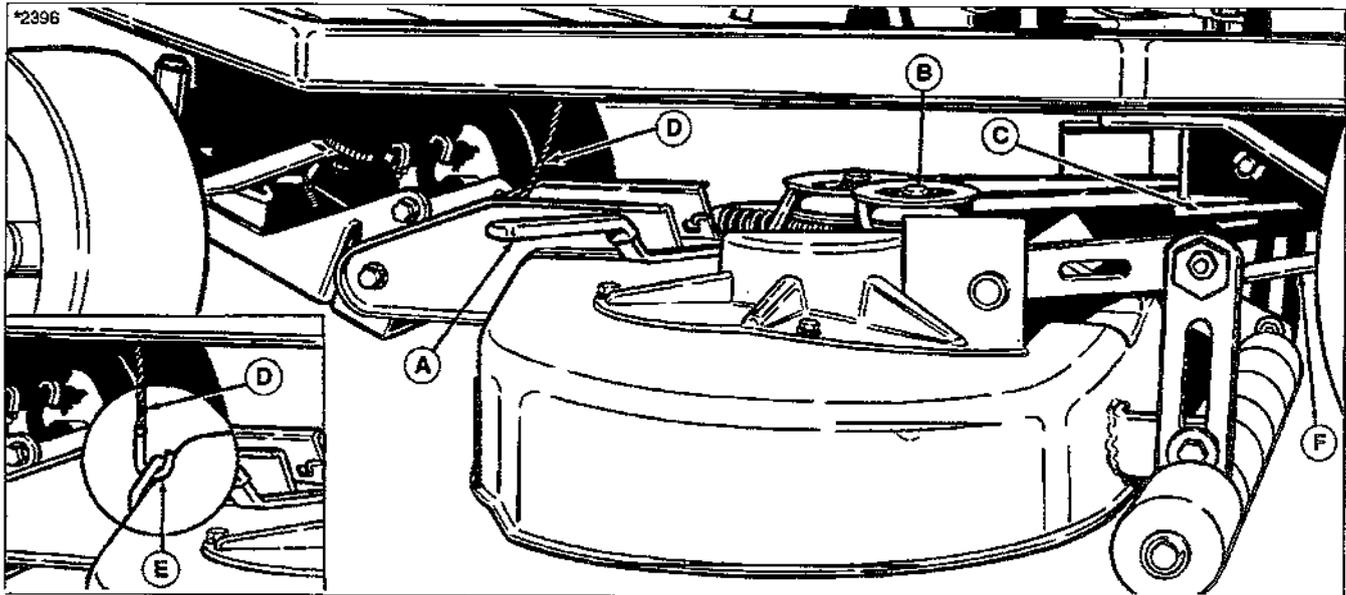
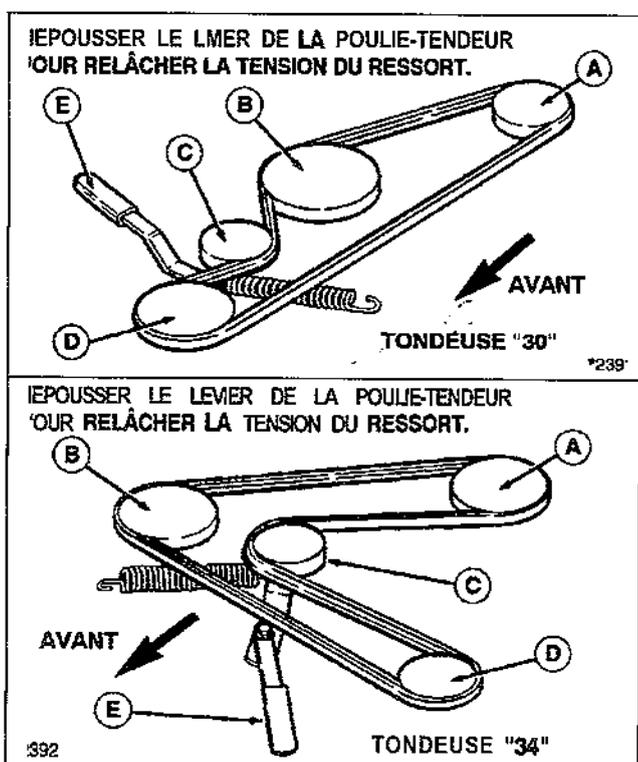

Figure 6. Oter le plateau de coupe
Figure 8. - Schéma de la poulie 30" et 34"
2. Sur la partie gauche du plateau de coupe de 34", pousser le levier de la poulie tendeur (A, figure 6) pour relâcher la tension de la courroie.
3. Quand la tension de la courroie est relâchée, enlever la courroie de la poulie tendeur et de la poulie de l'embrayage électrique (C). Le fait d'ôter la courroie relâche la tension à l'attelage avant.
4. Avec le levier abaissé, détacher le câble (D) du crochet. Si vous avez besoin de longueur de câble supplémentaire, placer la manette de réglage de hauteur de coupe dans la position la plus basse.
5. Détacher le bras de fixation de la tondeuse (B) du support (C), en poussant le levier (A) vers l'avant, tout en soulevant le bras. Poser ensuite le bras par terre.
NOTE : pour faciliter le montage et le démontage du plateau de coupe, les bras de soutien arrière (F, figure 6) peuvent être otés en les déclinçant.
7. Pour remonter le plateau de coupe, procéder en sens inverse. Vérifier l'installation de la courroie comme indiqué figure 8. Vérifier que la cable est bien place dans le crochet (figure 6) et que les bras de soutien arrière (7, figure 6) sont mis en place.